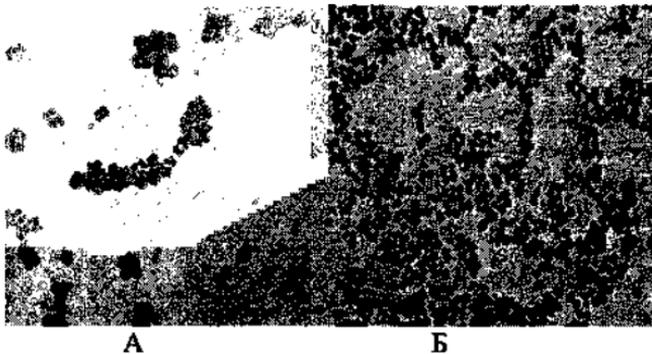

Рис. 3. А - микрококки; Б - стафилококки
*Шаровидные клетки (кокки).* Форма кокковидных клеток не всегда строго шаровидная, может быть эллипсоидная, бобовидная, близкая к треугольной. Большое значение имеет тип деления и образуемый в связи с этим характер скоплений. Род *Micrococcus* характеризуется делением в трех плоскостях с разной скоростью, поэтому образует скопления в виде дипло-, тетракокков и неправильной формы. Встречаются и одиночные клетки (рис. 3). Подобный характер деления и тип скоплений встречается и у рода *Staphylococcus* (рис. 3).